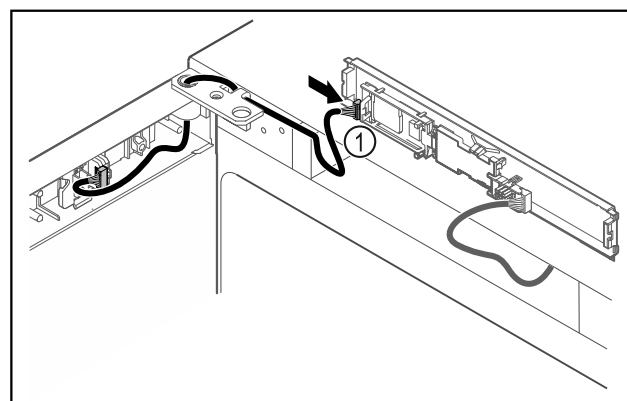

Fig. 51
- Stecker Fig. 51 (1) an Platine anstecken.